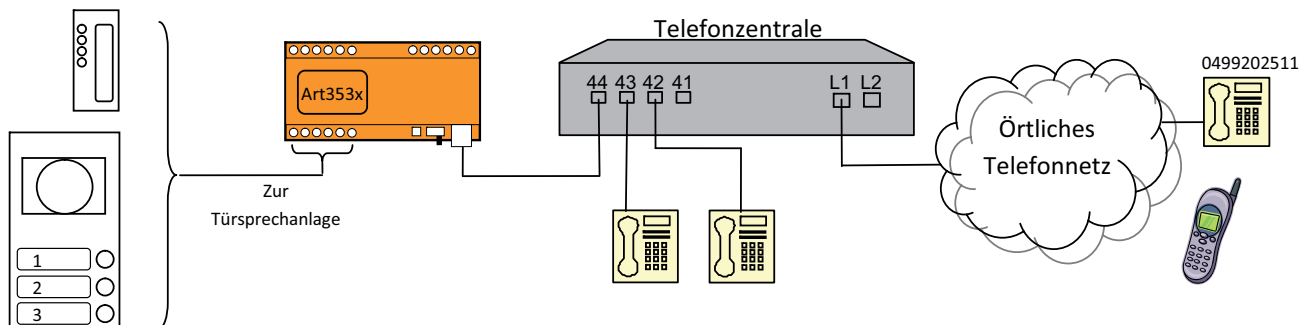

Abbildung 1
- Prüfen, ob die Schnittstelle auf Telefonrufe antwortet (der Schalter S muss in Position 1 sein). Mit Bezug auf Abb. 1 mit einem der an die Telefonzentrale angeschlossenen Telefone die Nummer der Schnittstelle (44) rufen und warten, bis man im Hörer einen doppelten Signalton vernimmt, der anzeigt, dass die Schnittstelle auf den Ruf geantwortet hat. Die LED L1 leuchtet auf und bleibt eingeschaltet, bis man den Hörer des rufenden Telefons wieder auflegt.
- Die gewünschte Anlagenkonfiguration wählen. Zum Beispiel, mit Bezug auf Abb. 1:
Mit Bezug auf Abb. 1, mit einem der an die Telefonzentrale angeschlossenen Telefone, die Nummer der Schnittstelle (44) rufen und warten, bis man im Hörer einen doppelten Signalton vernimmt, der anzeigt, dass die Schnittstelle auf den Ruf geantwortet hat. Die LED L1 leuchtet auf. Die Programmierungen werden in Form einer Sequenz von DTMF-Codes eingegeben, die dem Drücken einer Tastensequenz auf der Tastatur des rufenden Telefons entspricht. Die Sequenz der Programmierungscodes weist folgende Form auf: